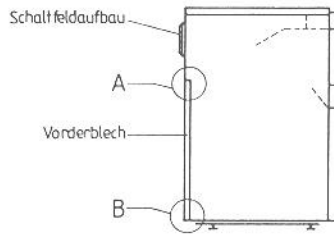

Abb. 5
Das unter dem Schaltfeld befindliche Vorderblech (Abb. 5) wird unten durch Tellerbolzen (B) und oben durch Permanentmagnete (A) gehalten.
- Vorderblech abziehen (Abb. 5 bis 5c)